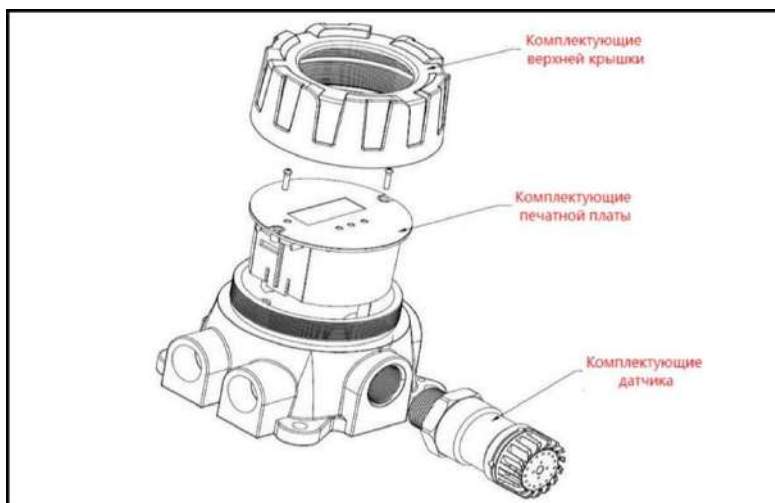

Рис. 21 : Замена комплектующих датчика
- 3) Гаечным ключом против часовой стрелки прокрутите комплектующие датчика (См. Рис.21)